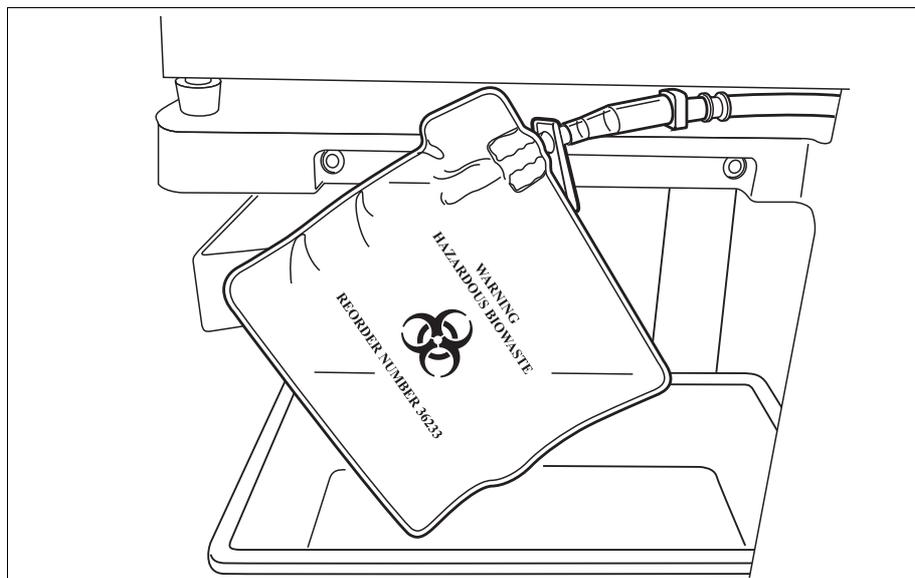

Figura 48 Lasciare pendere la sacca per rifiuti biologicamente contaminati fuori dal vassoio
3. Verificare che il tubo non presenti attorcigliamenti o strozzature e lasciare pendere la sacca e il relativo tubo dal tubo di scarico (vedere Figura 48).